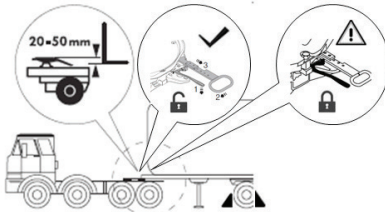
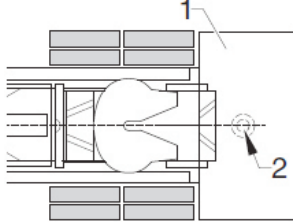

Figura-1
Figura-2
- 2- Verificați dacă este deschis dispozitivul de blocare a cuplei de tractare. Orificiul pentru cuiul de tractare semiremorci trebuie să fie deschis. (a se vedea figura 1)
- 3-Poziționați autocamionul în fața semiremorci. (a se vedea figura 1 și figura 2)
existe un spațiu liber de 20 până la 50 mm între partea inferioară a semiremorci și cupla de tractare (a se vedea figura 1).